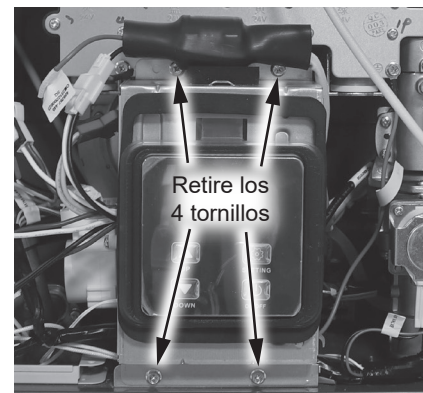

Figura 83 - Retiro de los tornillos del UIM y del soporte
- 7 Ubique el Módulo de interfaz de usuario (UIM) y el soporte. Retire los cuatro tornillos que fijan el soporte al calentador de agua. Deje los tornillos a un lado en un lugar seguro para volver a instalarlos. Consulte la Figura 83.